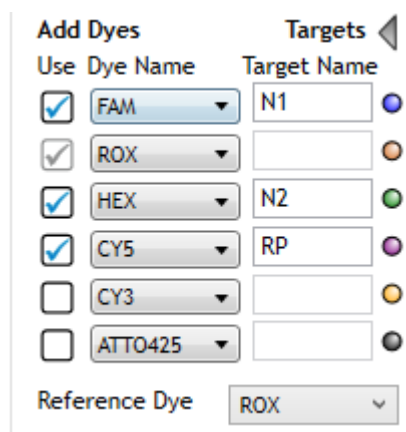

Figura 4 Atribuições de corantes e alvos na tela de configuração da placa do Aria
- 12 Nos campos Target Name que aparecem, digite nomes de alvos de acordo com a **Figura 4**.